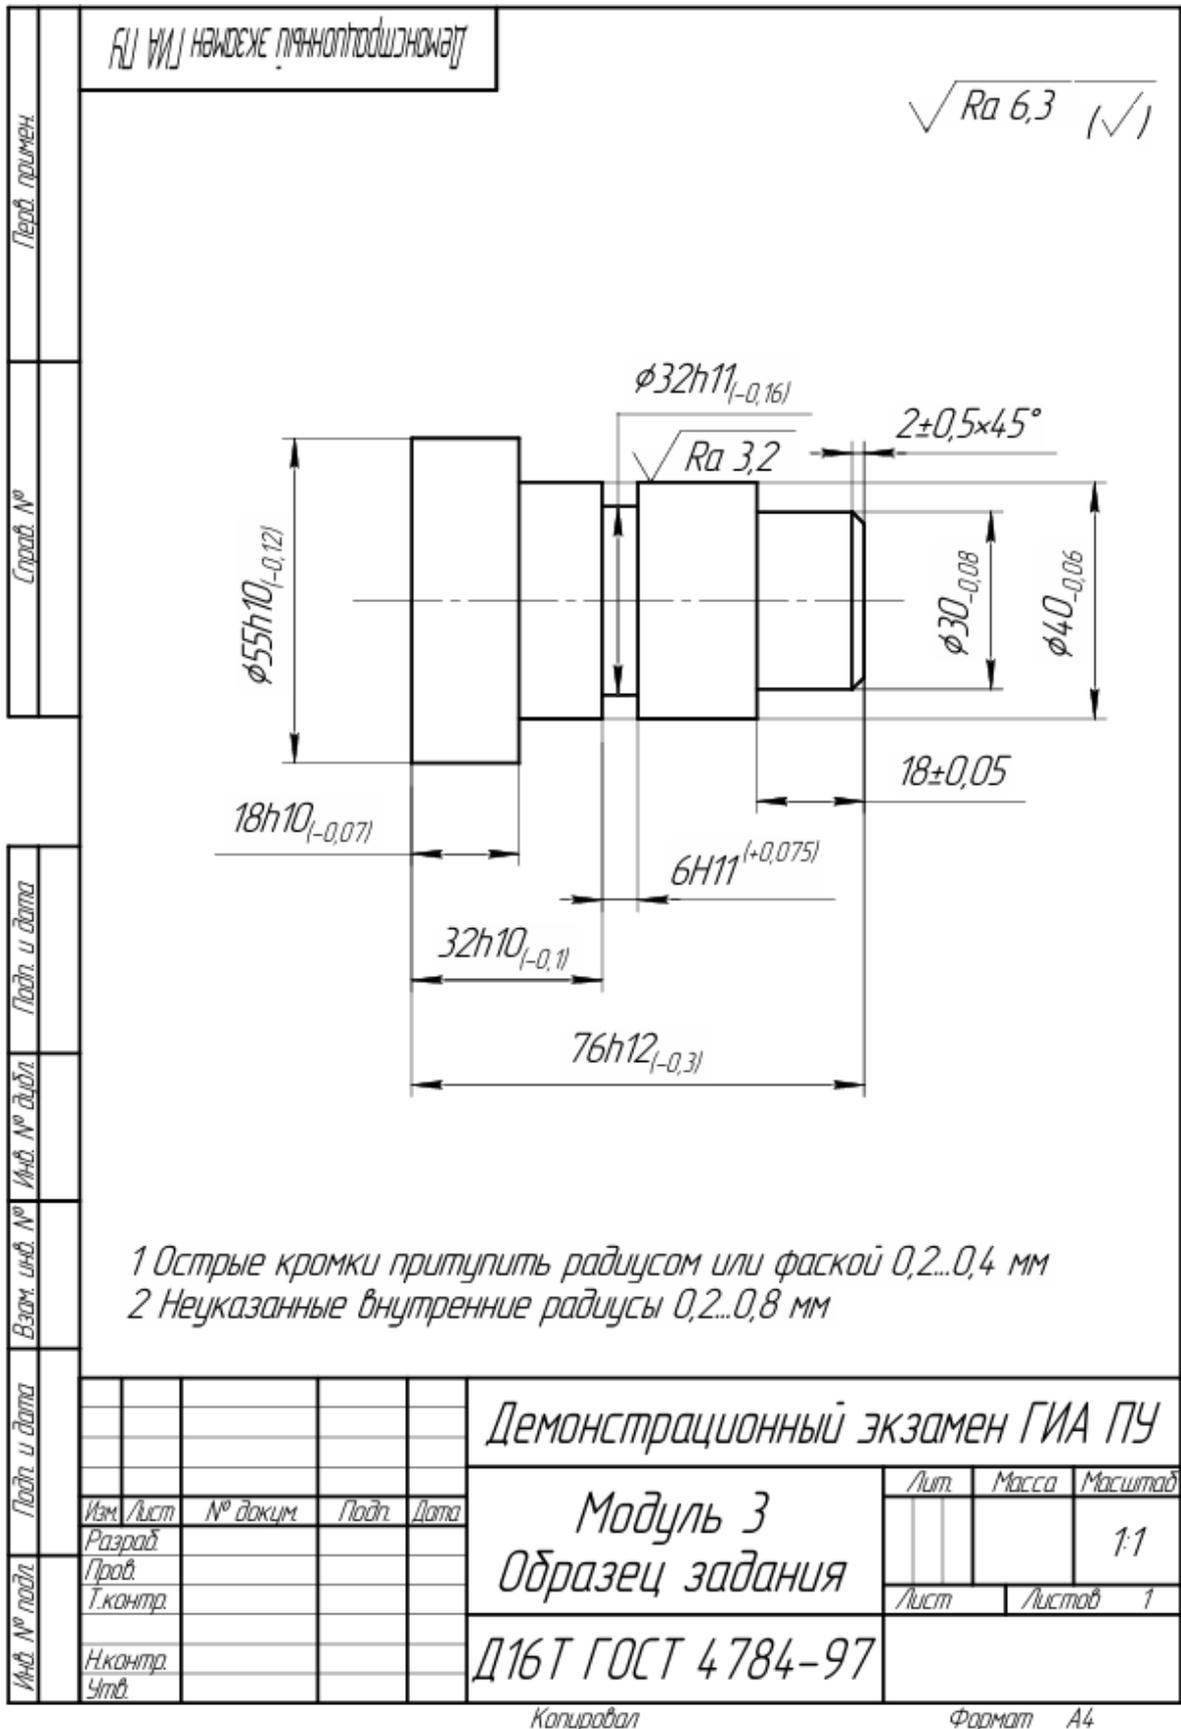

Рисунок 3- Чертеж Модуль 3
1. Получить чертеж детали (Рисунок 3).